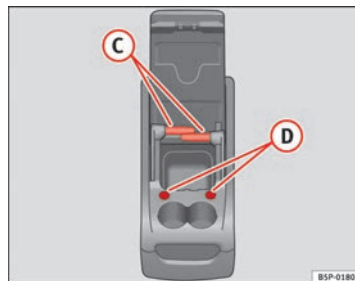

Fig. 114 Portaobjetos móvil. Funciones
Para utilizar la mesa (C) ⇒ fig. 114, se ha de extraer de su alojamiento en el lateral del portaobjetos móvil y colocarla en su alojamiento (D) ⇒ fig. 114 en la parte frontal del portaobjetos móvil. ►